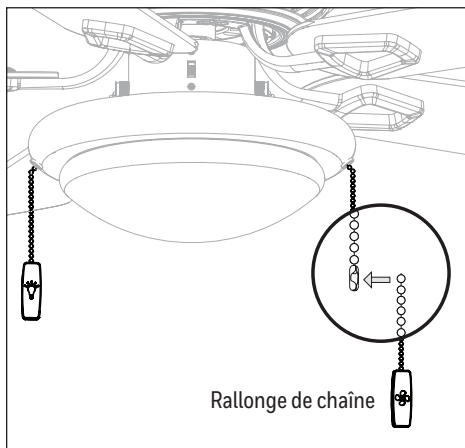

Figure 4.10
10. Fixez les rallonges de chaîne aux chaînes. **Remarque :** Lorsqu'on se tient devant l'interrupteur d'inversion du luminaire la chaîne du ventilateur se trouve à droite et la chaîne de l'éclairage se trouve à gauche (Figure 4.10).